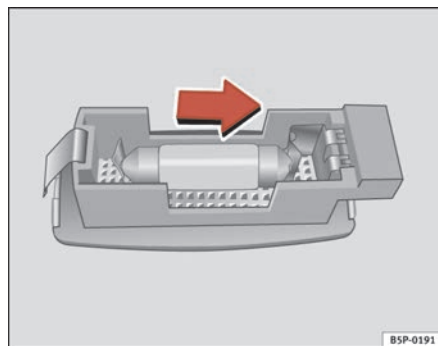

Fig. 198 Desmontaje luz del parasol
- Retire la luz con cuidado, utilizando el destornillador por su parte plana, tal como indica la figura ⇒ fig. 198.
- Retire la lámpara, moviéndola en el sentido de la flecha y hacia afuera ⇒ fig. 198. ■